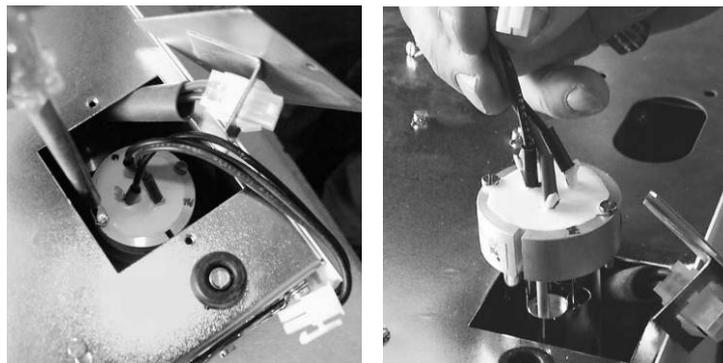

Рис. 3. Извлечение лампы
- 5 – отверните два винта М3 удерживающих лампу, и извлеките лампу (рис. 3.);